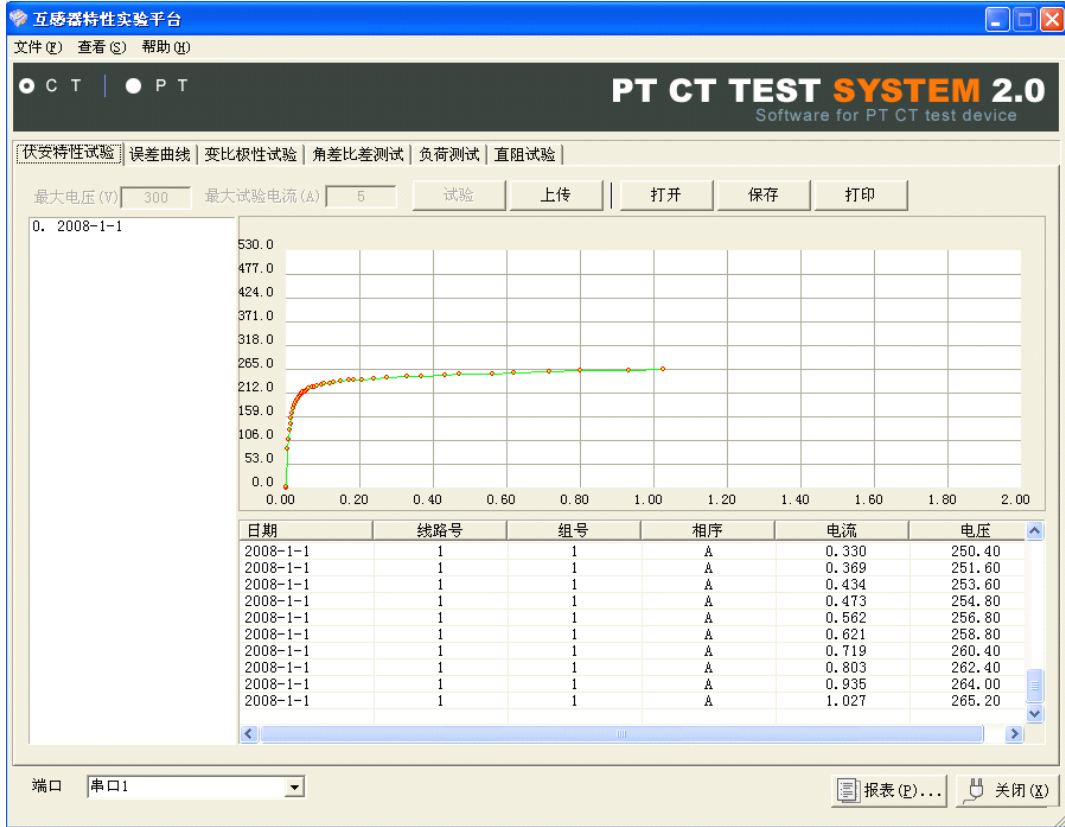

图 19
5. 查看伏安测试结果，选择“打开”并选择对象，如图 19 为伏安特性